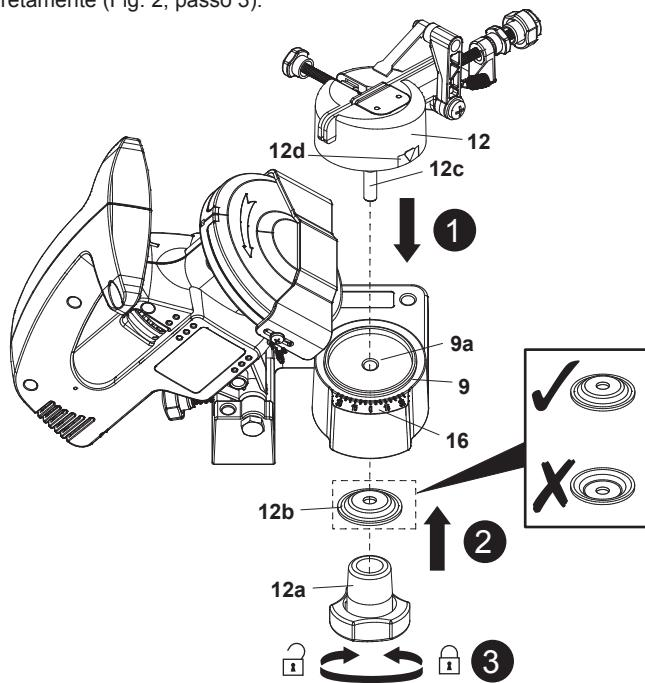

Fig. 2
3. Alinhe e passe o parafuso (12c) através do orifício de localização (9a) (Fig. 2, passo 1). Certifique-se de que o triângulo de indicação (12d) está alinhado com o medidor de ângulo (16).
4. Coloque a anilha côncava (12b) no parafuso (12c) (Fig. 2, passo 2) e fixe o torno da corrente de serra (12), rolando a retenção do torno (12a) para a direita. Certifique-se de que o torno da corrente de serra (12) assenta corretamente (Fig. 2, passo 3).